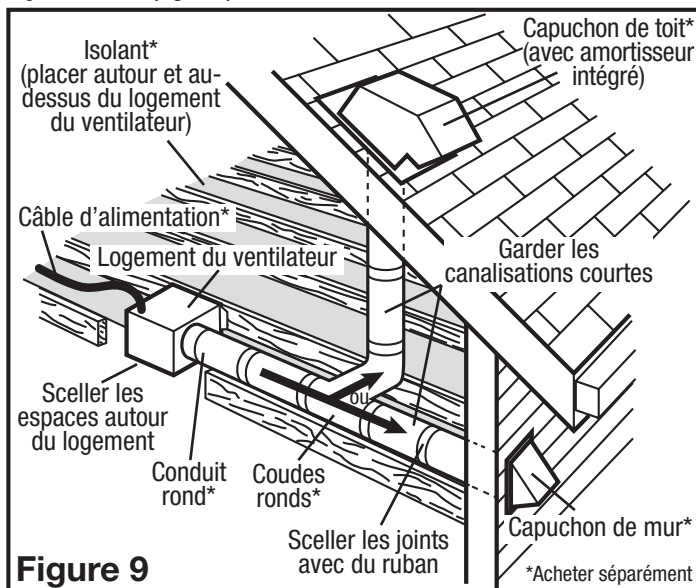

Figure 9
- Assurez-vous que les joints des conduits et les pénétrations extérieures sont scellés avec du mastic ou tout autre matériau similaire pour créer un passage d'air étanche afin de minimiser la perte ou le gain de chaleur et réduire le risque de condensation. Placez / enveloppez l'isolant autour du conduit et / ou ventilateur afin de minimiser la possibilité d'accumulation de condensation à l'intérieur du conduit, ainsi que la perte ou le gain de chaleur (Figure 9).